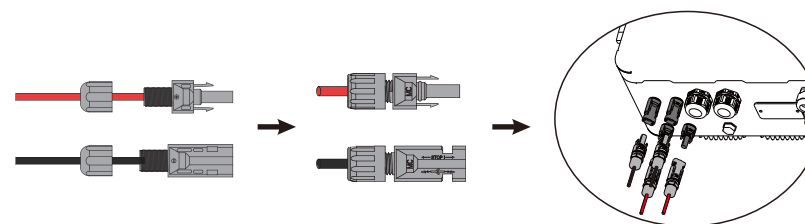

Figura 4.1-3 El conector PV está conectado al inversor
**Paso 3.** Atornille la tapa y conéctela al lado del inversor. Habrá un sonido clic si los conectores se insertan correctamente en los conectores PV. Ver figura 4.1-3.